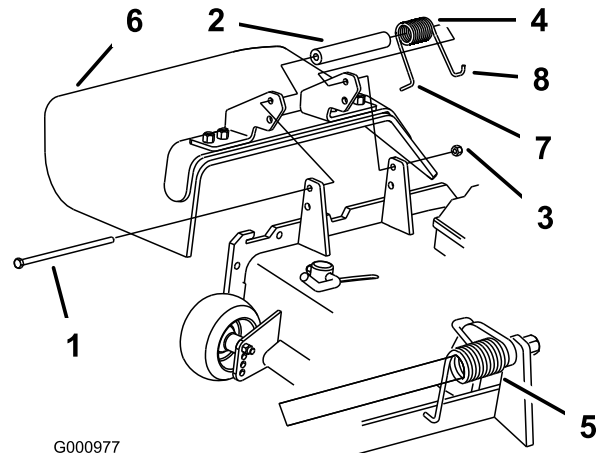

Figura 80
Nota: Asegúrese de colocar el extremo en L del muelle detrás del reborde de la plataforma antes de instalar el perno, según muestra Figura 80.
3. Instale el perno y la tuerca. Coloque el extremo en J del muelle alrededor del deflector de hierba (Figura 80).
1. Retire la contratuerca, el perno, el muelle y el espaciador que sujetan el deflector a los soportes de pivote (Figura 80). Retire el deflector de hierba dañado o desgastado.